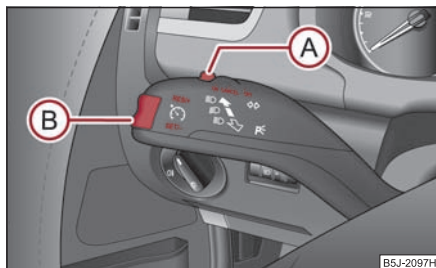

Fig. 124 Maneta: tasta basculantă și comutatorul sistemului de viteză de croazieră
- Apăsați comutatorul (A) ⇒ fig. 124 în poziția **ON**.
- După atingerea vitezei dorite apăsați tasta (B) în poziția **SET-** - viteza actuală se memorează.
- Viteza memorată poate fi **mărită** fără acționarea pedalei de accelerație, prin apăsarea tastei (B) ⇒ fig. 124 în poziția **RES+**.
- Apăsați comutatorul (A) ⇒ pagina 105, fig. 124 spre dreapta în poziția **OFF**. ■